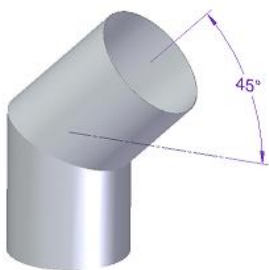
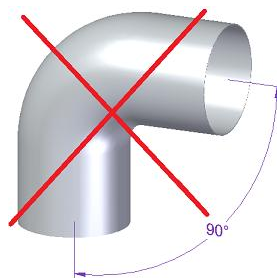

Figure 1 - Inclinaison correcte pour les tuyaux coudés
Figure 2 - Inclinaison incorrecte pour les tuyaux coudés
- * Dans des conditions nominales de fonctionnement, le tirage des gaz de combustion doit être à l'origine d'une dépression de -12 Pa un mètre au-dessus du col de la cheminée. Pour effectuer une bonne installation, au moins 2 mètres de tube métallique de cheminée de même diamètre que la sortie de fumées de l'insert devra être appliqués verticalement. On pourra ensuite utiliser de nouveaux éléments de tubage d'une inclinaison maximale de 45°. La Figure 1 e la Figure 2 montrent respectivement l'inclinaison correcte et incorrecte dans le cas où vous devez installer une courbe.